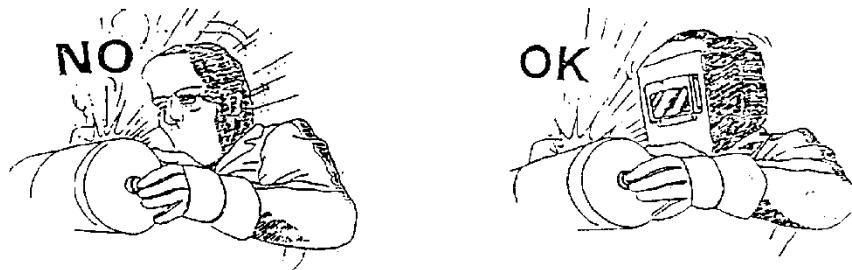

FIG. 4
- Avlägsna alla klorbaserade lösningsmedel från svetsområdet före svetsning. Visa klorbaserade lösningsmedel bryts ner när de utsätts för ultraviolet strålning och bildar fosgengas. – Se under inga omständigheter på en elektrisk ljusbåge utan lämpliga ögonskydd (Fig. 4).